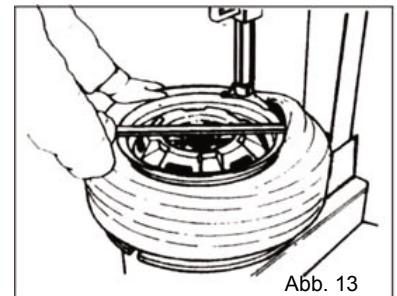

Abb. 13
- Lösen Sie den Excenterhebel am seitlichen Schwenkarm und senken Sie den Montagekopf zum Felgenhorn. Arretieren Sie mit dem Excenterhebel den Montagekopf in einer Stellung, die keine Beschädigung der Felge hervorrufen kann (Abb. 13).
- Betätigen Sie das Pedal zur Drehung des Montageteilers in Uhrzeigerrichtung. Dabei ist das Montiereisen kurzzeitig festzuhalten. Achten Sie darauf, dass durch die Drehbewegung und das Herausheben des Reifens keine Quetschgefahren entstehen (Abb. 13).